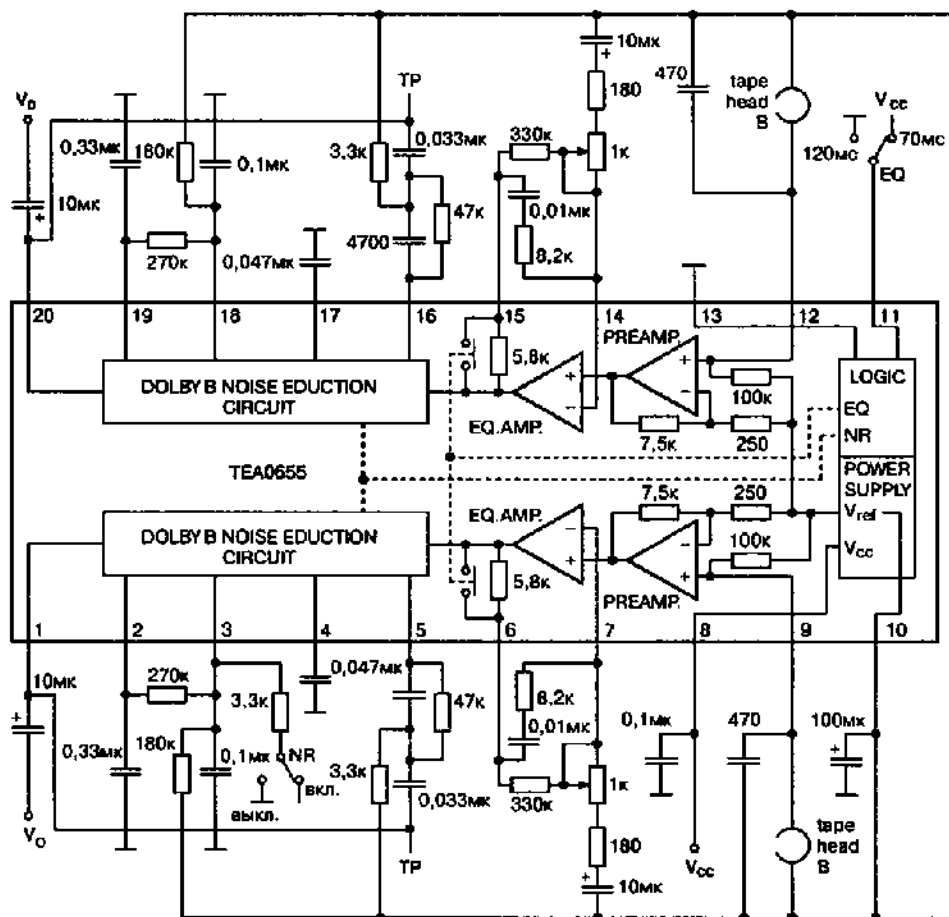

Рис. 2.21. Схема Dolby B на ИМС TEA0655
**TEA0655 (Philips).** Кроме двух каналов Dolby B декодера содержит усилители воспроизведения, т. е. это практически полный канал воспроизведения — подключил к головкам (tape head — рис. 2.21) и снимай линейный выход (выводы 1 и 20). Питание однополярное от 8 до 16 В, поэтому ИМС отлично вписывается в высококачественный автомобильный аудиоконфлекс.
Типовой потребляемый ток 20 мА, коэффициент гармоник 0,08%, перегрузочная способность 15 дБ, минимальное сопротивление нагрузки 10 кОм. Собственно УВ обеспечивает входное сопротивление (выводы 9 и 12) 100 кОм, приведенное к входу напряжение собственных шумов (невзвешенное, полоса 20 Гц — 20 кГц, К.З. входа) 0,7 мкВ, выходное сопротивление 50 Ом, коэффициент усиления без ООС на частоте 400 Гц — 110 дБ, 10 кГц — 86 дБ. Секция Долби-декодера имеет собственный уровень шумов -84 дБ, Dolby reference level = 387,5 мВ в контрольных точках TP (рис. 2.21) или на выводах 1 и 20.